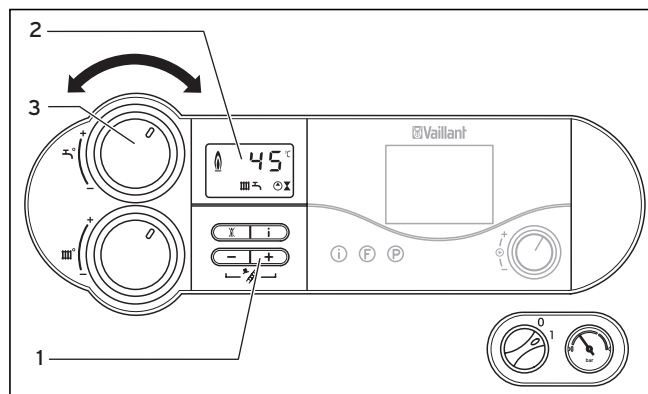

Fig. 4.6 Reglarea temperaturii boilerului
Dacă temperatura boilerului scade sub valoarea setată, aparatul intră automat în funcțiune și pornește încălzirea boilerului. În timpul încălzirii boilerului, pe display (2) este semnalată intermitent indicația , vezi fig. 4.6.